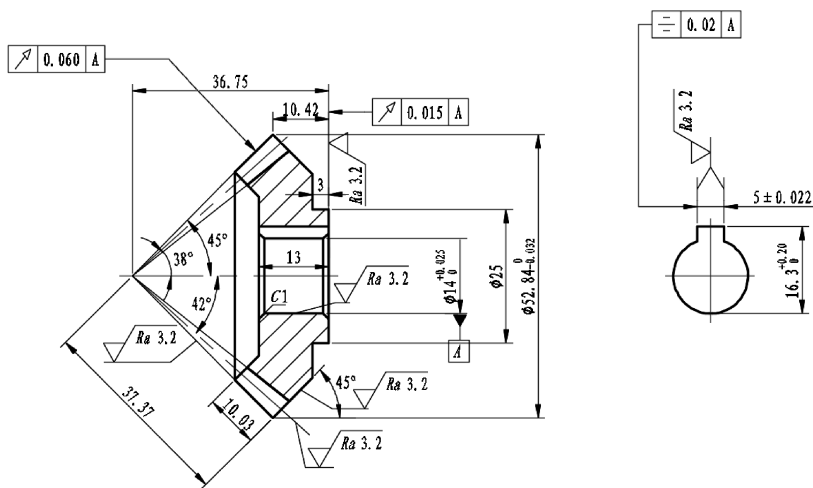

图 14-62 标注表面粗糙度
(9) 标注表面粗糙度。单击“默认”选项卡“块”面板中的“插入”按钮，打开“插入”对话框，插入“粗糙度”块，在屏幕上指定插入点和旋转角度，输入表面粗糙度值，标注表面粗糙度。最终效果如图 14-62 所示。